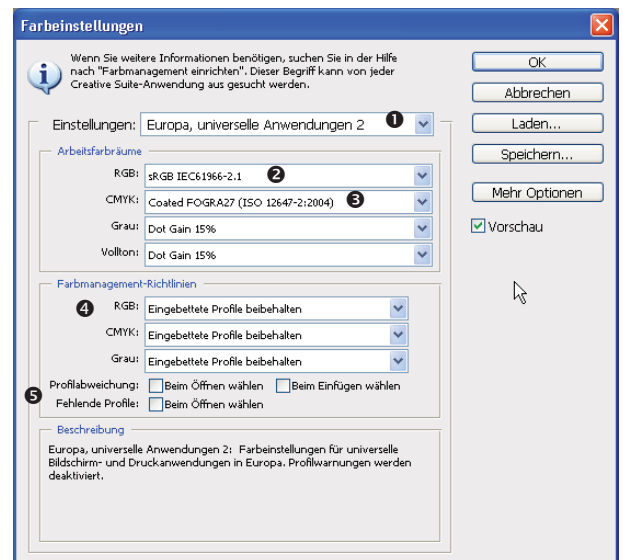
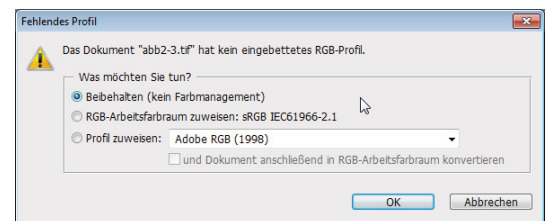
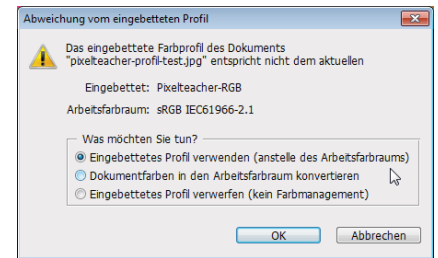
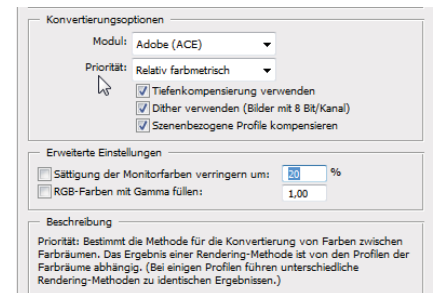

Abb. 13-28: Farbeinstellungen in PHOTOSHOP
Abb. 13-29: Abfragefenster beim Öffnen einer Datei ohne Profil
Abb. 13-36: CM-Abfrage bei abweichendem Profil
Abb. 13-37: Festlegung des Rendering Intent in den Farbeinstellungen von PS
Für unerfahrene Anwender kann die Einstellung *Europa – Universelle Anwendungen 2* (Abb. 13-28 ❶) empfohlen werden. Sie sorgt bei Verwendung der in Europa üblichen Druckfarben für gute Ergebnisse.
❷ Als RGB-Arbeitsfarbraum wird *sRGB IEC61966-2.1* verwendet. Das bedeutet:
- Wenn eine Datei ohne Profil geöffnet und das Farbmanagement abgelehnt wird (Abb. 13-29), werden die Farben dennoch im Arbeitsfarbraum interpretiert. In der Statuszeile steht: *RGB ohne Tags*.
Die Option *Eingebettete Profile beibehalten* sorgt dafür, daß beim Öffnen von Dateien vorhandene Profile ausgelesen und angewendet werden, insbesondere dann, wenn sie vom Arbeitsfarbraum abweichen. Dies geschieht bei Deaktivierung der Profilwarnungen (Abb. 13-28, 5) automatisch und ohne Rückmeldung.
Die Aktivierung bewirkt, daß beim Öffnen und Plazieren von Dateien mit abweichenden bzw. fehlenden Profilen ein Fenster erscheint, in dem ein Profil gewählt oder das Farbmanagement abgelehnt werden kann (Abb. 13-29).
Das Beispiel in Abbildung 13-34 zeigt ein gescanntes Bild ohne Profil. Es wurde mit den Farbeinstellungen *Europa – Universelle Anwendungen 2* (Abb. 13-28) über die Twain-Schnittstelle aus PS heraus gescannt. Daher liegt es im AFR *sRGB* vor. Das ROT im Logo sieht zu dunkel aus.
Das Bild wird in PHOTOSHOP geöffnet und das Profil ausgelesen. Bei aktivierter Profilwarnung erscheint eine Abfrage (Abb. 13-36), wie mit dem vom AFR abweichenden Profil zu verfahren ist. Bei Wahl der Option *Dokumentfarben in Arbeitsfarbraum konvertieren* erfolgt die Transformation der Farben in den AFR sofort auf Basis der in den Farbeinstellungen (Abb. 13-28) unter MEHR OPTIONEN eingestellten PRIORITÄT (Rendering Intent)=*Relativ farbmétrisch* (Abb. 13-37).